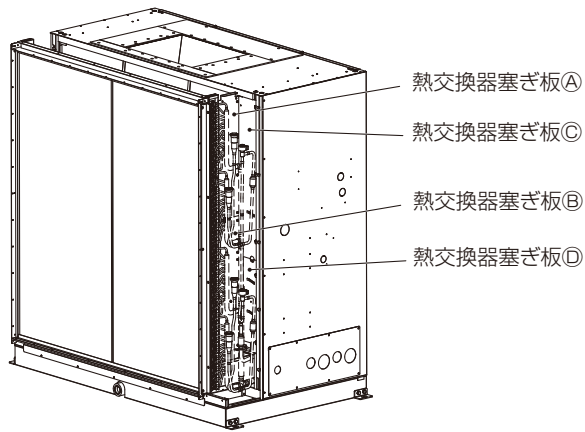

図 2
- 製品本体左側面から熱交換器塞ぎ板を①→②→③→④の順に取外してください。（図 2）
1. 4-1 で取外した熱交換器塞ぎ板④⑤、カバー（左上・左下）を取付けた熱交換器塞ぎ板③⑥を③→⑥→④→⑤の順に取付けてください。（図 2）